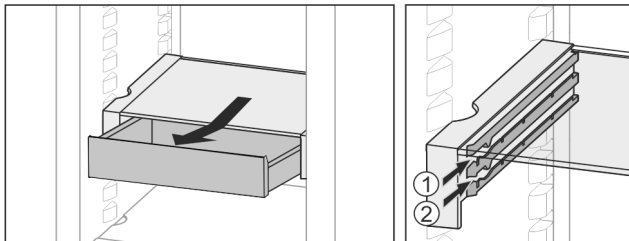

Fig. 21
- Inserire all'altezza desiderata Fig. 21 (1) o Fig. 21 (2).